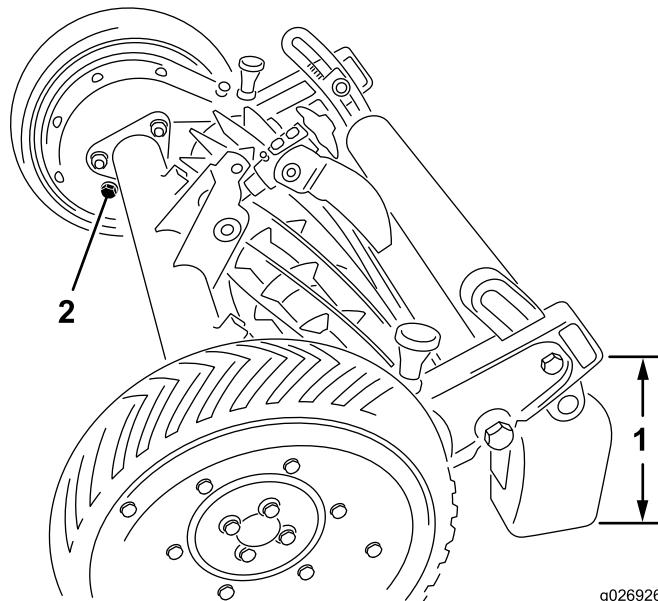

Figure 4
2. Soulevez et calez l'arrière de la tondeuse jusqu'à ce que vous obteniez un espace d'environ 26 cm entre le bas du boîtier d'engrenages qui dépasse derrière le support du rouleau et la surface plane (Figure 4).
3. Enlevez le bouchon de remplissage à l'intérieur de chaque boîtier d'engrenages (Figure 4). Contrôlez le niveau d'huile du boîtier d'engrenages : il doit atteindre le bas de l'orifice de remplissage. Si le niveau d'huile atteint le bas de l'orifice, remettez le bouchon de remplissage.